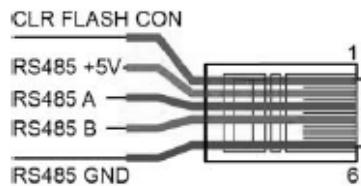

Fig.4. assegnazione dei pin del connettore RJ11 - RS-485 Modbus
3. Collegare le linee dell'interfaccia RS-485 al connettore RJ11 secondo la fig. 4.